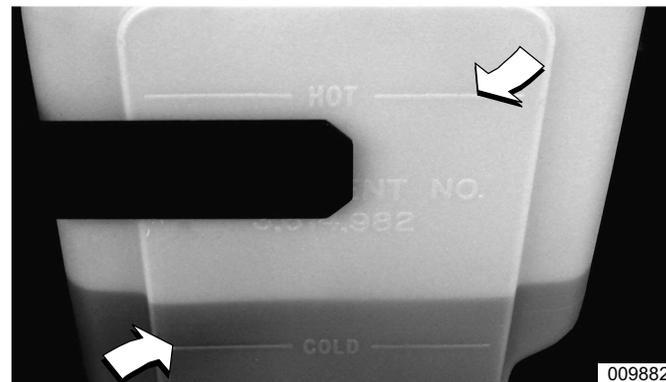

Figure 5-6. Réservoir de trop-plein de liquide de refroidissement
1. Voir la Figure 5-6. Vérifiez que le niveau du liquide de refroidissement se situe bien entre les marques HOT (chaud) et COLD (froid) dans le réservoir de trop-plein.